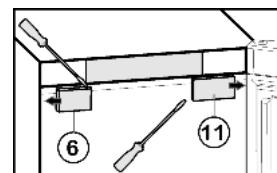

Fig. 5
- Установите крышку Fig. 5 (6) снаружи со стороны шарнира с поворотом на 180° и защелкните ее.
- Установите крышку Fig. 5 (11) снаружи со стороны шарнира с поворотом на 180° и защелкните ее.